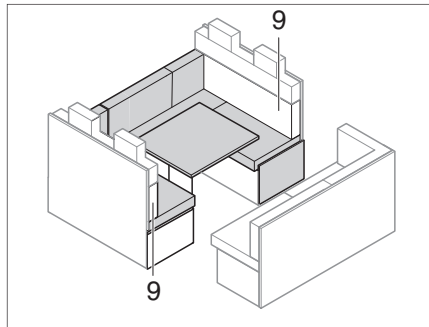

Bild 204 Före ombyggnaden
- Ta bort ryggdynan (Bild 204,9) och lägg den åt sidan.